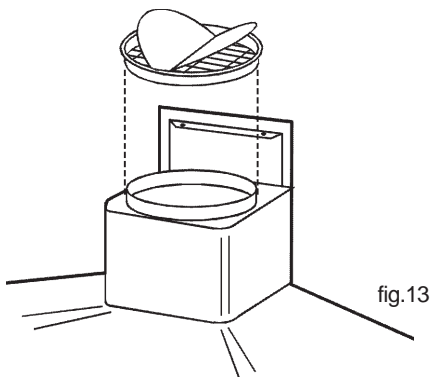

fig.13
5. Positionnez la buse (fig. 13) sur la sortie de la hotte.
2. Positionnez la buse sur la sortie de la hotte (fig. 13).